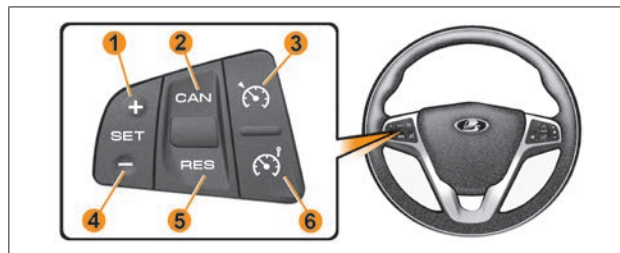

Рис. 1. Блок управления «Круиз-контроль» и «Ограничитель скорости»
– выключатель «» – включение/выключение круиз-контроля (рис. 1, поз. 3);
– выключатель «» – включение/выключение ограничителя скорости (рис. 1, поз. 6);
- выключатель «**SET+/SET-**» – установка и увеличение скорости **1** и **4** (рис. 1);